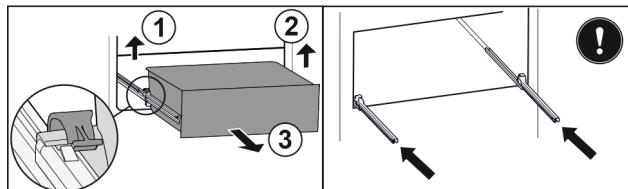

Fig. 48
- Nadvihnite ľavú svorku a súčasne tiahnite zásuvku vľavo dopredu. Fig. 48 (1)
- Nadvihnite pravú svorku a súčasne tiahnite zásuvku vpravo dopredu. Fig. 48 (2)
- Odoberete zásuvku dopredu. Fig. 48 (3)